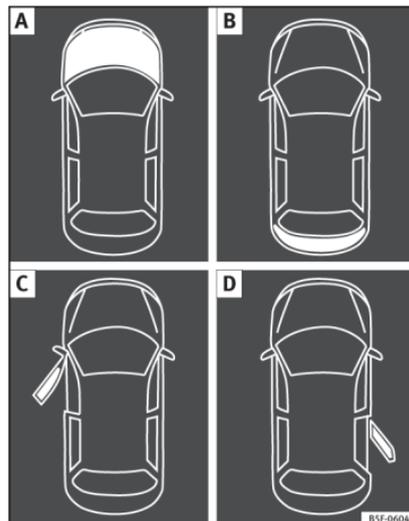

Abb. 83 A: Motorraumklappe geöffnet, B: Heckklappe geöffnet, C: vordere, linke Tür geöffnet, D: hintere, rechte Tür geöffnet (nur in Ausführungen mit 5 Türen).
- Motorraumklappe, Gepäckraumklappe und Türen geöffnet » Abb. 83.